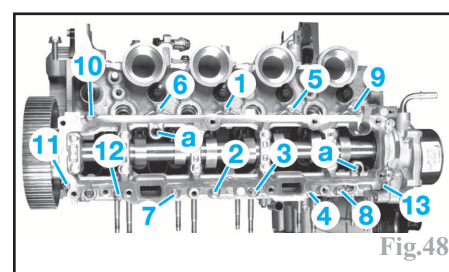

Fig.48
- reposer le carter supérieur de paliers d'arbre à cames sur la culasse en le centrant à l'aide de deux piges (outil réf (-). 0194-N) (a) (Fig.48) introduites dans les trous prévus à cet effet.
- approcher puis serrer progressivement les vis de fixation dans l'ordre indiqué (Fig.48).